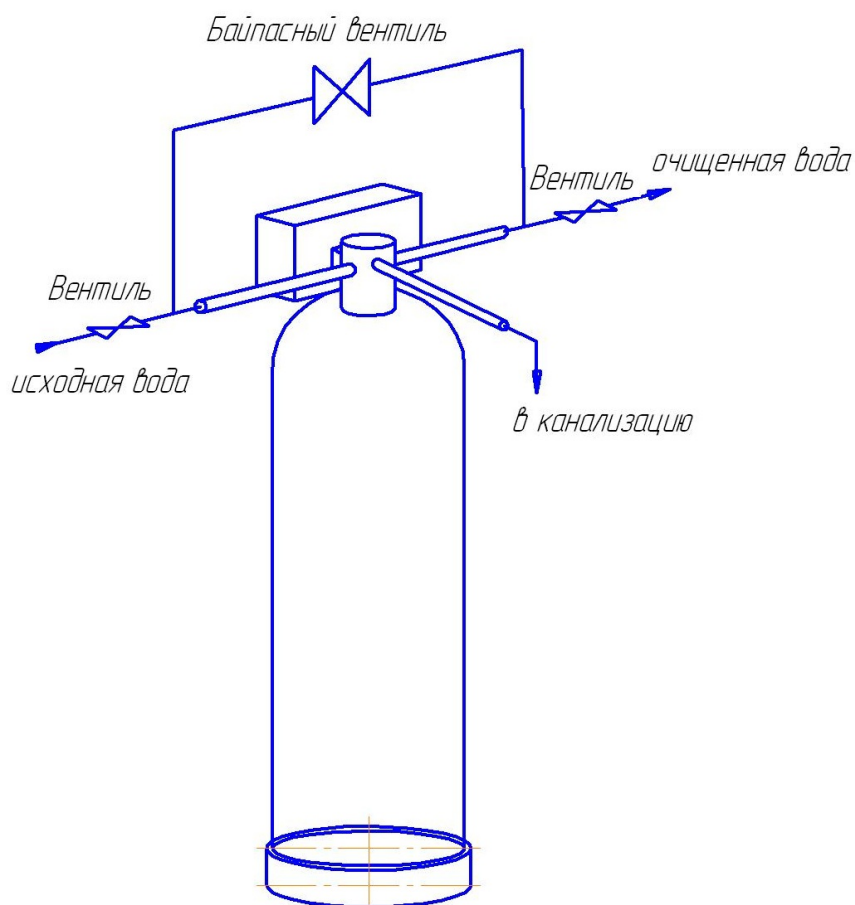

Рисунок 2 — Схема монтажа установки фильтрации WF-0,7...9,2-Rx-(ODM)...
7.13 На рис. 2 приведена схема монтажа установки фильтрования WF.